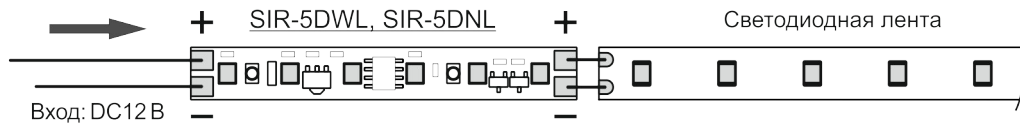

Рис. 2
- Припаяйте светодиодную ленту к выключателю и соедините выключатель с источником питания в соответствии со схемой (Рис. 2). **ВНИМАНИЕ!** Не используйте для пайки кислотные флюсы! Это выводит устройство из строя и не является гарантийным случаем!